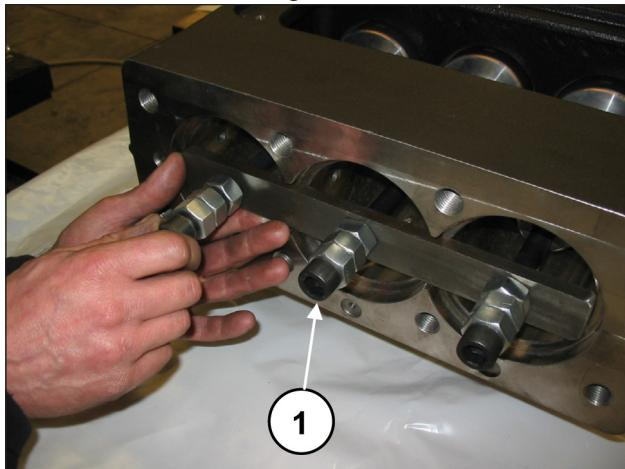
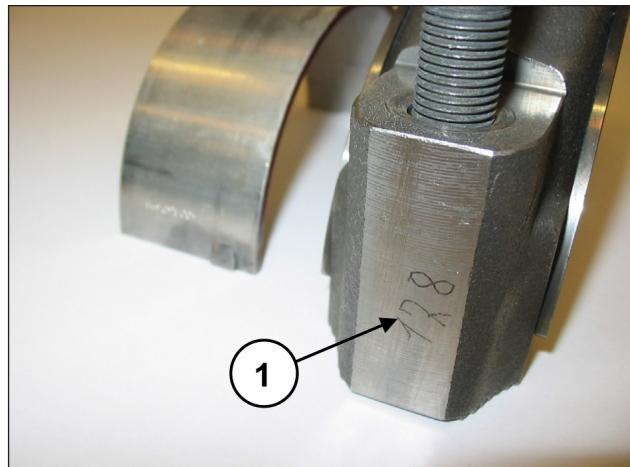
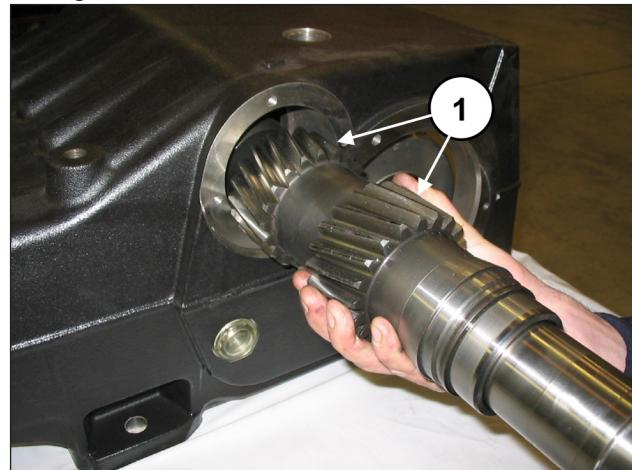

Abb. 40
Abb. 41
Abb. 55
Drehen Sie die Schrauben des Werkzeugs Art. 27566200 zum Lösen der Pleuelstangen ab (Pos. ①, Abb. 40) und ziehen Sie anschließend die Baugruppe Pleuelstange-Kolbenführung von der hinteren Gehäuseöffnung heraus (Pos. ①, Abb. 41).
Trennen Sie Pleueldeckel und Pleuelhälften; die vorschriftsmäßige Paarung wird durch die seitliche Nummerierung garantiert (Pos. ①, Abb. 42). Nachdem Sie das Gehäuse auf perfekte Sauberkeit überprüft haben, setzen Sie die Baugruppe Pleuelhälfte-Kolbenführung in die Buchsen des Gehäuses ein (Pos. ①, Abb. 41).
Arretieren Sie die drei Baugruppen mit dem entsprechenden Werkzeug Art. 27566200 (Pos. ①, Abb. 40).
Entfernen Sie das Werkzeug zur Sicherung der Pleuelstangen Art. 27566200 (Pos. ①, Abb. 40) und schieben Sie die Pleuelstangen bis auf Anschlag mit der Kurbelwelle zurück. Bauen Sie die vormontierte Zapfwelle in das Gehäuse ein (Pos. ①, Abb. 55), u.z. auf der entgegengesetzten Seite zum vorab montierten Außenring des Lagers und zur Schmierbuchse der Lager.
**Achten Sie beim Einschieben der Zapfwelle in das Gehäuse auf die Ausrichtung der Verzahnung lt. Abb. 55.**
Arretieren Sie die drei Pleuelgruppen mit dem entsprechenden Werkzeug Art. 27566200 (Pos. ①, Abb. 40).